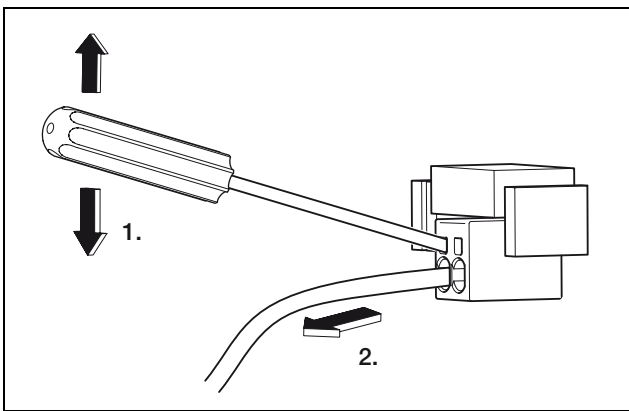

Figura 30: allentare il cavo dalla morsetteria a molla
- Per rilasciare il cavo, inserire un cacciavite piatto nell'apertura piatta e muoverlo ripetutamente avanti e indietro per allentare il morsetto (vedi figura 30).